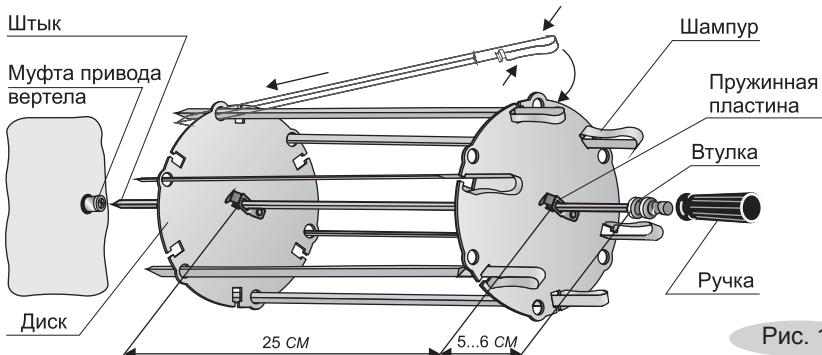

Рис. 11
- Сжав пружинные пластины, оденьте на штык диск и установите его на расстоянии 5-6 см от втулки (рис. 11).